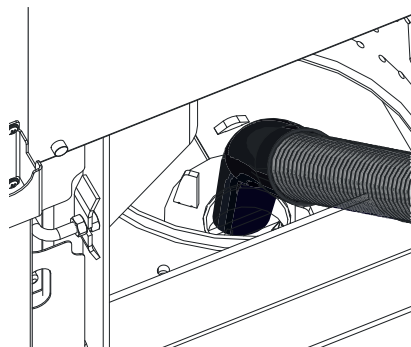

Fig. 44 Aspirare il tubo aria primaria al centro del corpo caldaia
- Aspirare i residui di combustione dal corpo caldaia con un'aspirapolvere. Aspirare la cenere anche dal tubo dell'aria primaria (al centro del corpo caldaia) – Fig. 44.